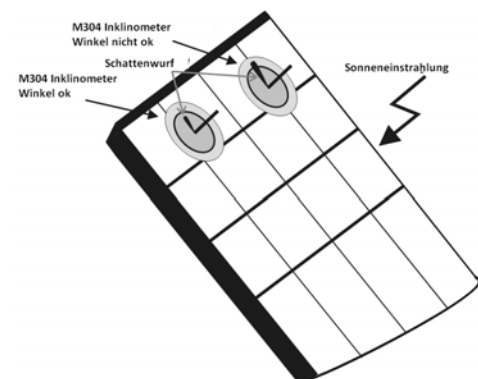

Abb. 12b: Anbringung des Neigungsmessers M304
11. Stellen Sie den mitgelieferten Neigungsmesser M304 auf die PV Moduloberfläche. **Überprüfen Sie, ob der Schatten des Messstabs "nicht über den Rand des auf dem Neigungsmesser eingezeichneten Kreises hinausragt" (Abb. 12b).** Der Einfallswinkel der Sonnenstrahlen auf die PV Moduloberfläche würde sonst zu flach sein und nicht den normgerechten Testbedingungen der Solarmodul-Hersteller entsprechen. In diesem Fall ist keine Übereinstimmung der SOLAR I-Vw Messdaten mit jenen des Herstellers zu erwarten. Die Messungen müssen folglich zu einer anderen Tageszeit vorgenommen werden.